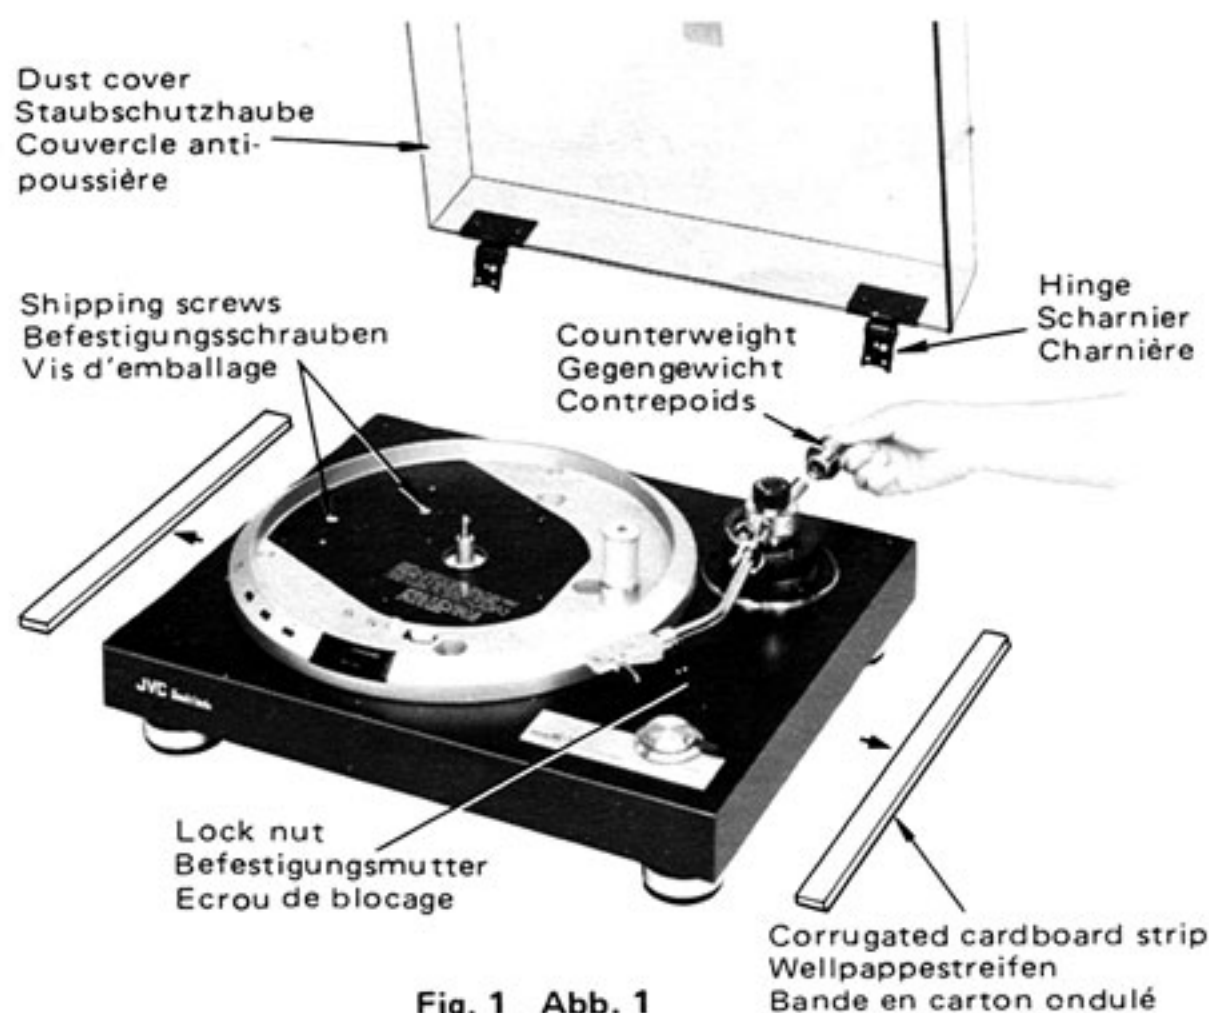

Fig. 1 Abb. 1
1. Remove the corrugated cardboard strips from both sides. (Fig. 1)
2. Pull the dust cover straight upwards to remove it from the cabinet at its hinges. (Fig. 1)
4. Remove 2 red shipping screws securing the transformer. (Fig. 1)
2. Die Staubschutzhaube gerade nach oben aus den Scharnieren ziehen und abnehmen. (Abb. 1)
4. Die zwei roten Befestigungsschrauben entfernen, die den Transformator sichern. (Abb. 1)
1. Enlever les bandes de carton ondulé des deux côtés. (Fig. 1)
2. Tirer vers le haut le couvercle anti-poussière afin de retirer celui-ci de l'appareil à l'emplacement de ses charnières. (Fig. 1)
4. Retirer les 2 vis rouges d'emballage retenant le transformateur. (Fig. 1)
Reference: When disassembling the headshell from the tonearm, loosen the lock nut of Fig. 1. When mounting, insert the headshell and secure with the lock nut.
zur Beachtung: vor der Abnahme des Systemträgers vom Tonarm ist die Befestigungsschraube, die in Abb. 1 gezeigt wird, zu entfernen. Beim Einbau des Systemträgers diesen in den Tonarm einstecken und mit der Befestigungsschraube sichern.